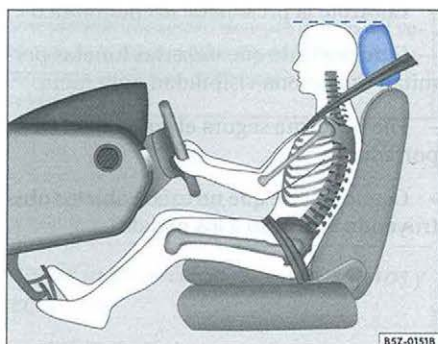

Fig. 2 Ajuste correcto del apoyo para cabeza del conductor
- Ajuste los apoyos para cabezas, de tal forma que la parte superior del apoyo quede en el mismo nivel o lo más próximo posible de la parte más alta de su cabeza ⇒ fig. 2 ⇒ página 11.